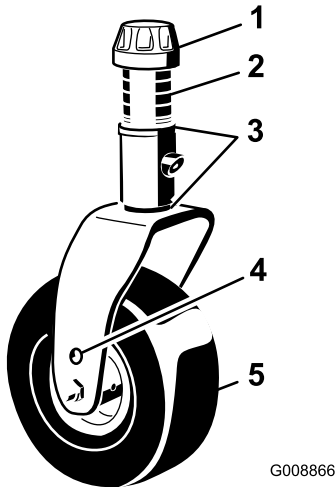
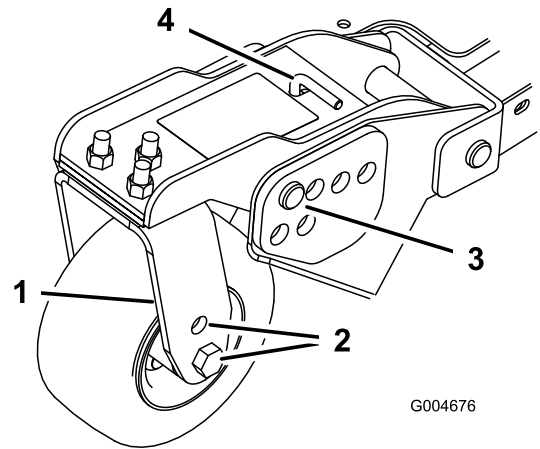
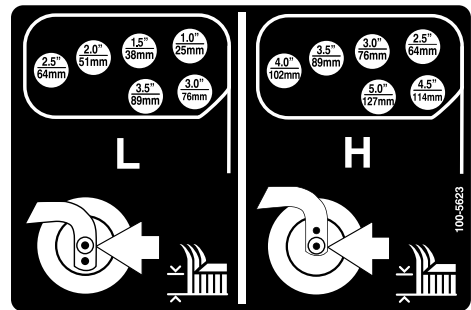

Figura 20
Figura 22
Figura 23
1. Coloque los ejes de las ruedas giratorias en el mismo taladro en todas las horquillas (Figura 20 y Figura 22). Consulte en la tabla siguiente el taladro correcto para cada altura.
2. Retire el casquillo tensor del eje (Figura 20) y deslice el eje fuera del brazo de la rueda giratoria. Coloque los dos suplementos (3 mm) en el eje de la misma forma
4. Retire el pasador de horquilla y las chavetas de los brazos de pivote de las ruedas giratorias (Figura 22).
5. Gire la varilla tensora para elevar o bajar el brazo de pivote hasta que los taladros estén alineados con los taladros seleccionados del soporte de ajuste de la altura de corte en el bastidor de la unidad de corte (Figura 22 y Figura 23).